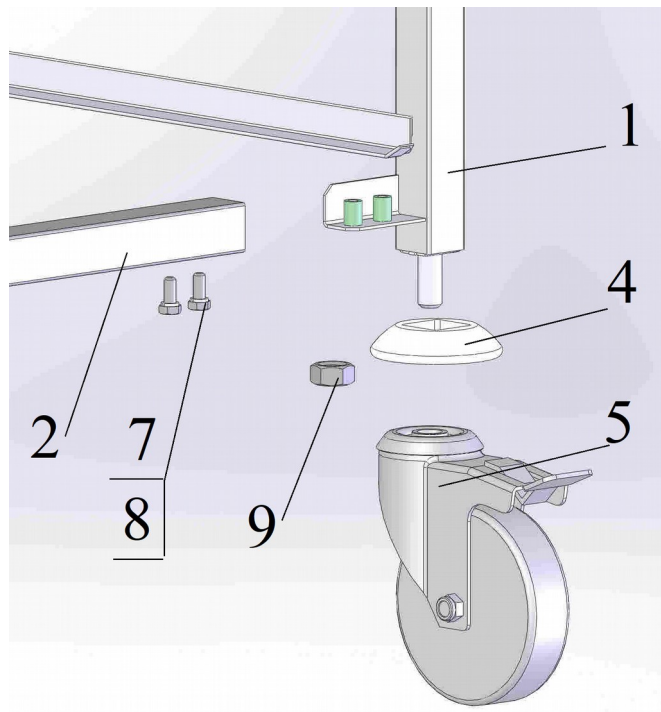

Рис.2
- на концы труб стоек поз.1 установите кольца предохранительные поз.4 и прикрепите колесные опоры поз. 5 и 6 гайками самоконтрящимися поз.9 (см. рис.2).